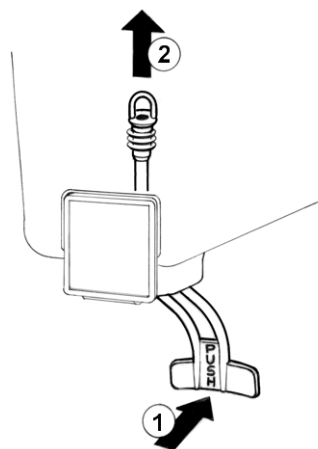

Bild 3
- 4 **Ausschlauchventil:** den Betätigungshebel des Hahns drücken (1) und den Gummischlauch aus der Auslauföffnung des Behälters lösen (2) (Bild 3).